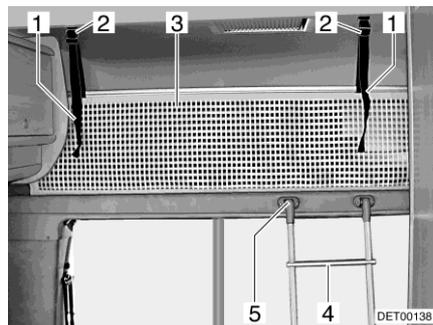

Fig. 68 Letto mansarda
Per salire sul letto mansarda, utilizzare la scaletta di accesso (Fig. 68,4) in dotazione ai modelli di serie.
- Agganciare la scalette con i longheroni nell'apposito supporto (Fig. 68,5) al diaframma della mansarda.
La rete protettiva (Fig. 68,3) è stivata sui modelli di serie tra il materasso e il telaio portamaterasso. Fissare la rete protettiva soltanto dopo che le persone si sono stese nel letto mansarda.
- Far innestare i nastri di sostegno (Fig. 68,1) nei supporti (Fig. 68,2) sul soffitto.